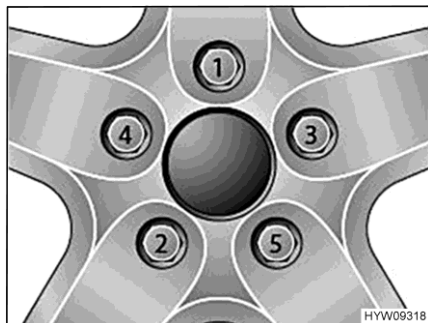

Bild 122 Dra fast hjulmuttrarna eller hjulbultarna korsvis
- Dra fast hjulmuttrarna eller hjulbultarna i den ordning som anges i Bild 122. Använd en momentnyckel och observera det angivna åtdragningsmomentet.
- Kontrollera regelbundet att hjulmuttrarna eller hjulbultarna är ordentligt åtdragna. Om du har bytt däck ska hjulmuttrarna eller hjulbultarna dras åt efter 50 km körning. Följ den ordning som anges i Bild 122.
- Då nya eller nylackerade fälgar används bör hjulmuttrarna eller hjulbultarna dras åt efter ca 1 000 till 5 000 km. Följ den ordning som anges i Bild 122.
- ▷ Dra åt hjulmuttrarna eller hjulbultarna korsvis (Bild 122).